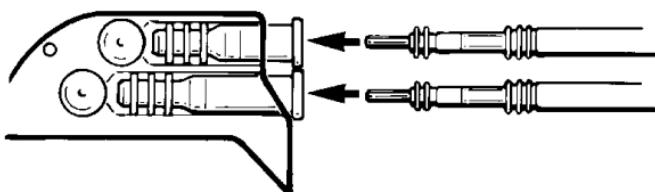

Figura 2. Insira o conector macho do(s) eléctrodo(s) no gerador de impulsos
3. Insira cuidadosamente a extremidade macho do conector do(s) eléctrodo(s) nos conectores do gerador de impulsos (ver figura 2). Se necessário, use água estéril como lubrificante de inserção. Os pinos de ligação IS-1 podem não ser imediatamente visíveis através do bloco de ligação. Assegure-se de que o eléctrodo foi completamente inserido.